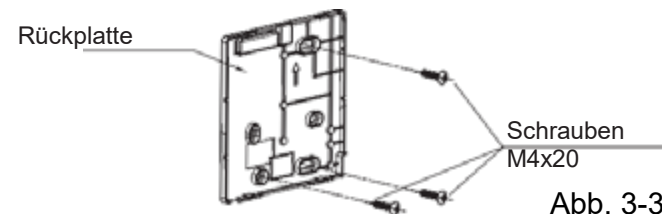

Abb. 3-3
- Bei der Wandmontage schrauben Sie die Rückplatte mit 3 Schrauben (M4x20) mit Dübeln an den Boden an. (Abb. 3-3)